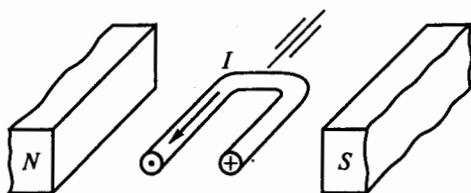

Рис. 45
**2.10.** Исходное положение рамки с током показано на рис. 45. Какое положение займет рамка в результате взаимодействия с магнитами?